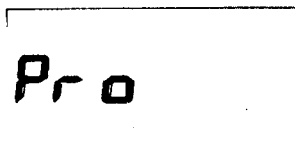

Fig. 3.1
Programmeringstasten **Pro** (10) trykkes ind og rumtermostaten viser programforløb og på displayet (3) lyser **Pro** (fig. 3.1)